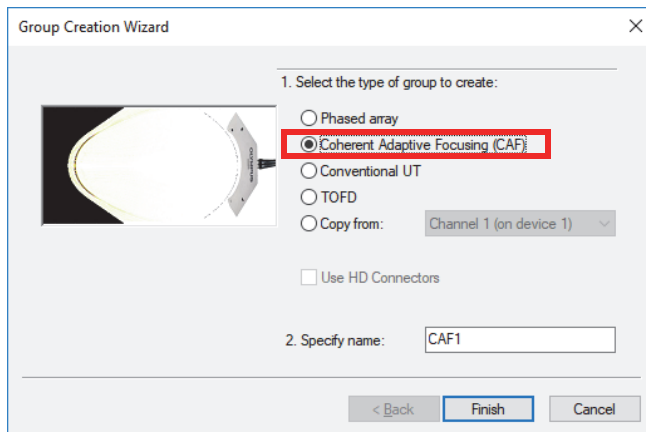

Рис. 4-12 Диалоговое окно Мастер создания групп
2. В диалоговом окне **Мастер создания групп** выберите **САФ** (Когерентная адаптивная фокусировка) (Рис. 4-12 на стр. 115) вместо **ФР**.